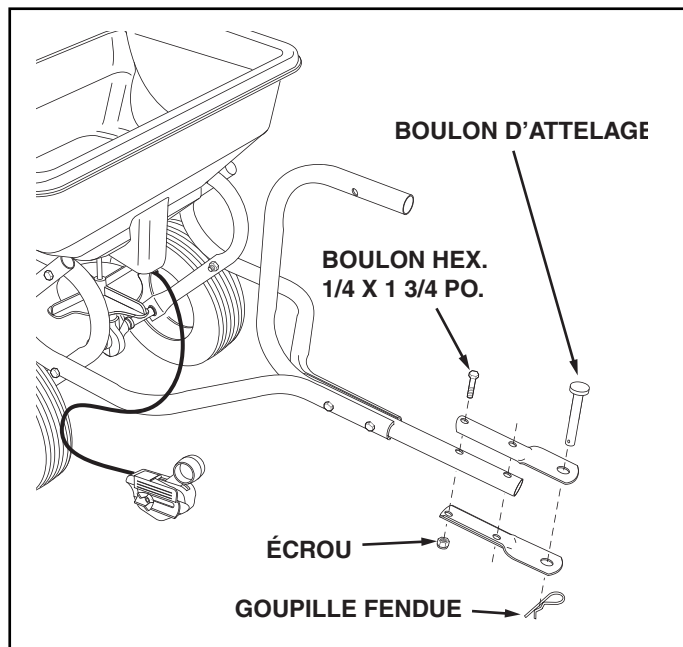

FIGURE 3
4. Montez les supports de fixation de l'attelage sur le tube de commande de l'attelage en utilisant deux boulons hexagonaux de 1/4 x 1 3/4 po. et deux écrous. Serrez. Voir la Figure 3.
5. Montez le boulon d'attelage dans les supports de fixation et fixez-la avec la goupille fendue de 1/8 po. Voir la Figure 3.